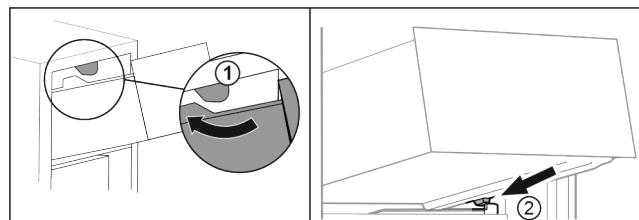

Fig. 77
- Обвести висувний ящик навколо верхнього стопора. Fig. 77 (1)
- Встановити висувний ящик за нижніми стопорами на ребро для резервуару навскоси. Fig. 77 (2)